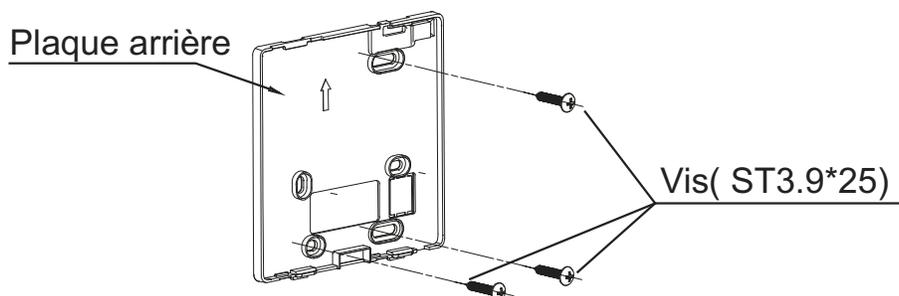

Fig 3-3
- Pour les montages exposés, fixez la plaque arrière sur le mur avec les 3 tours (ST3.9*25) et les plugs. (Fig 3-3)